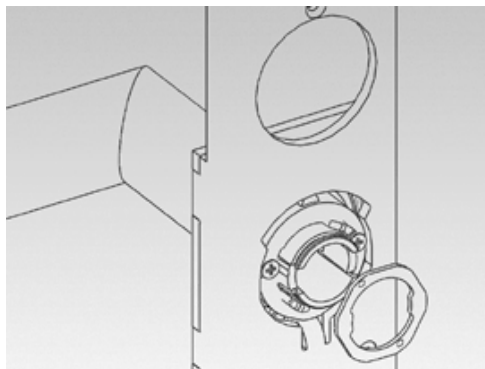

Abbildung 3:
3. Inlay (1) auf den Außendrucker (3) schieben. Dies kann je nach Drückervariante nicht mehr im montierten Zustand erfolgen.
4. Außendrucker (3) in gewünschter Richtung horizontal in den Außenbeschlag (4) einstecken, je nachdem ob es sich um eine DIN links oder DIN rechts Tür handelt.
5. Drückerverschluss (5) aufstecken (Bild 2 und Bild 3).